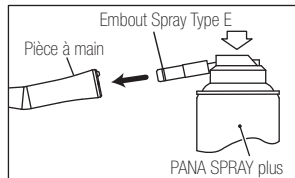

Fig. 14
- 1) Vérifiez si les marques ● sur la tête et la lime ont alignées et si elles sont bien verrouillées.(Fig.14)